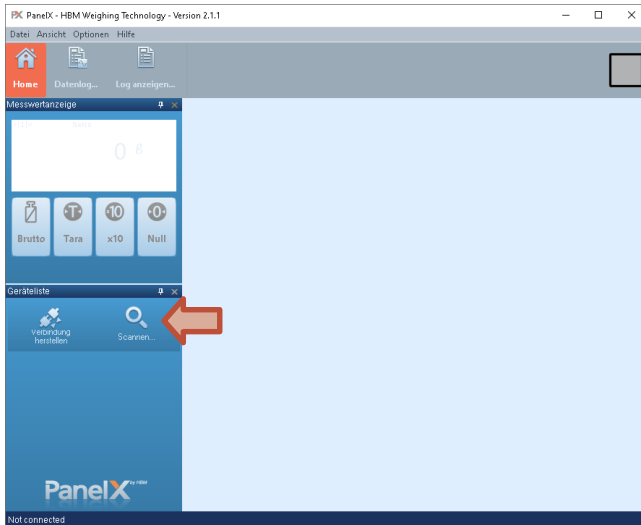

Abb. 7.1 Scan-Dialog aufrufen
- ▶ Klicken Sie auf **Scannen** (*Abb. 7.1 auf Seite 17*).